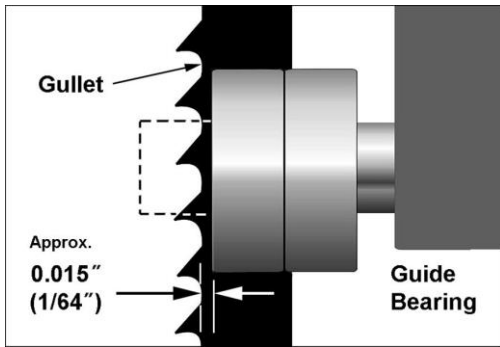

Рис.17 : Положение направляющего подшипника
4. Сдвиньте всю направляющую скобу до тех пор, пока передняя часть направляющих подшипников не окажется примерно на 0,5 мм (1/64 дюйма) позади желоба пильного полотна (изогнутая область у основания зуба). См. рис.17.